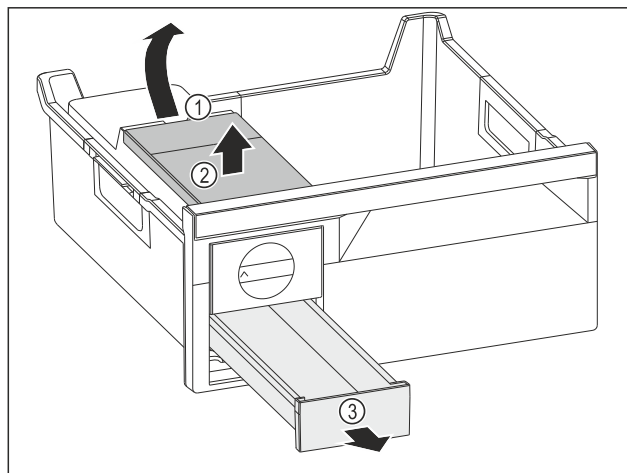

Fig. 73
- ▶ Извлеките бак для воды: Поднимите бак для воды за выемку Fig. 73 (1).
- ▶ Извлеките бак для воды Fig. 73 (2) движением вверх.
- ▶ Извлеките выдвижной ящик для кубиков льда Fig. 73 (3) движением вперед.